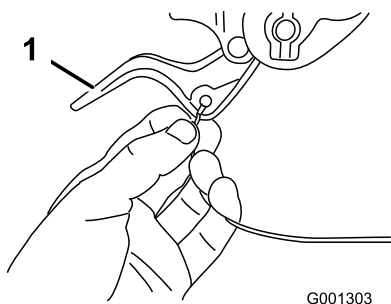

Figure 7
2. Faites passer l'extrémité du câble gauche ou droit par-dessus la partie inférieure du guidon et insérez-la dans le trou du levier d'embrayage de roue correspondant (Figure 7).